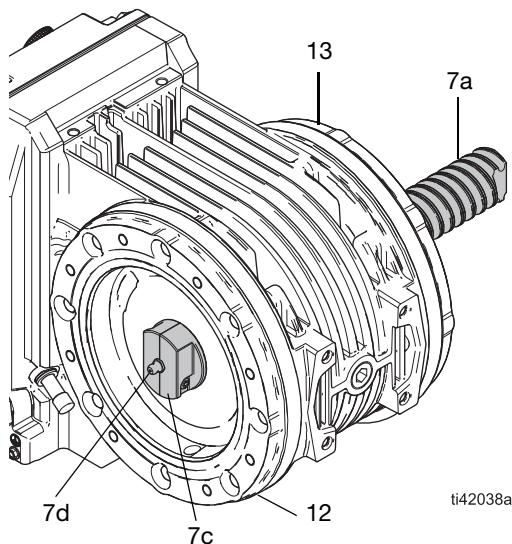

FIG. 23: Smøreverktøy for rotor
- Vri smøreverktøyet inn i midten av rotoren (7) inntil akselen (7a) stikker fullt ut fra lastside statordeksel (13). Se FIG. 23.